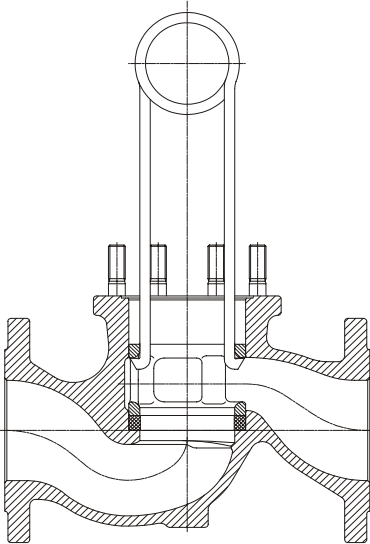

Fig.4
- Extraire la lanterne (repère 5) avec l'extracteur de lanterne - **voir page 10 Fig. 4**